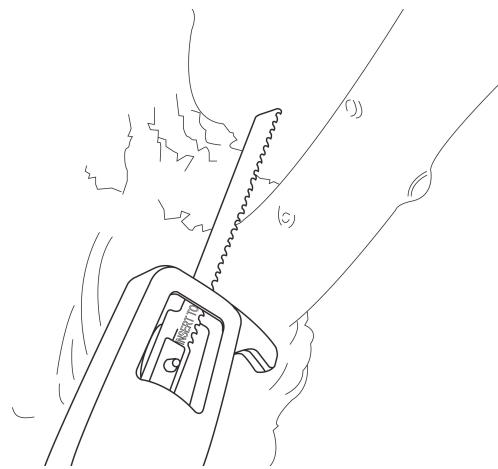

Figura-4
- Finalmente, ponga la cuchilla sobre la rama con los dientes hacia abajo y corte la rama a través del corte inferior que usted hizo en el paso anterior. Vea la Figura-4. Según la cuchilla se aproxima al corte inferior, reduzca la presión sobre la sierra para ayudar a asegurar un corte limpio.